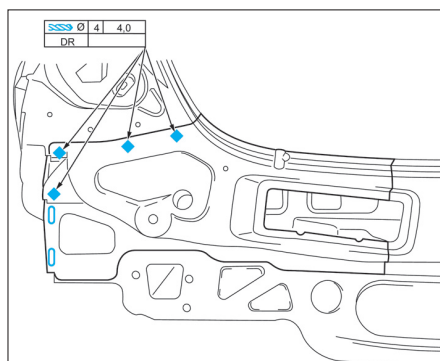

FIG. 112
- Effectuer des trous de 4 mm sur la jupe AR (Fig.112).
- Effectuer, de chaque côté, des trous de 4 mm sur la jupe AR (Fig.112).